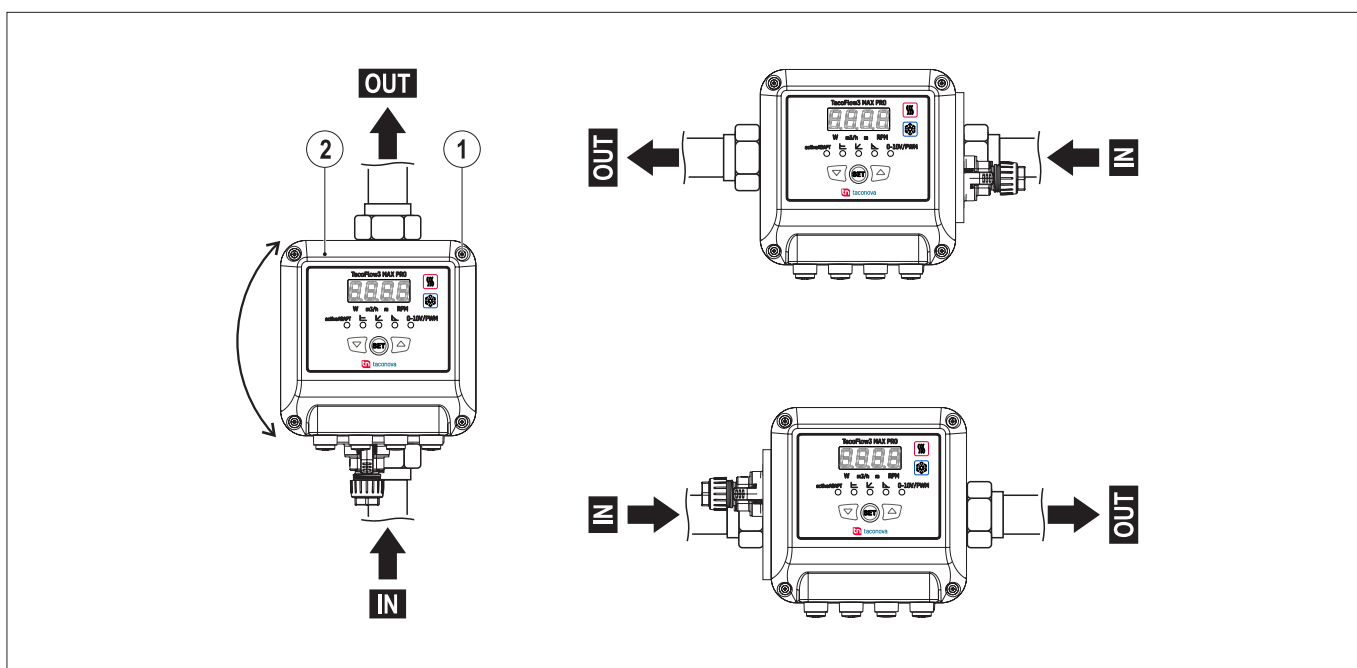

FIG. 8 (Posizioni del corpo motore)
IL CORPO MOTORE PUÒ ESSERE RUOTATO NELLE POSIZIONI INDICATE IN FIG. 8.
- 1) Svitare e togliere le quattro viti coperchio motore (FIG. 8 - Rif. 1)
- 2) Ruotare il coperchio motore (FIG. 8 - Rif. 2) nella posizione desiderata senza estrarlo dal corpo circolatore